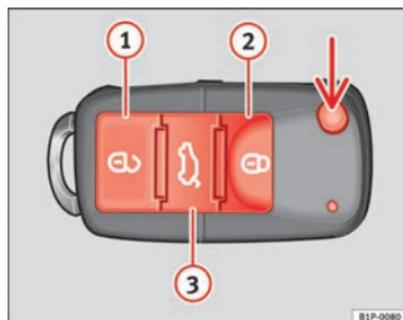

Abb. 62 Tastenbelegung Funkschlüssel
Fahrzeug entriegeln  \Rightarrow Abb. 62 ①.
Fahrzeug verriegeln  \Rightarrow Abb. 62 ②
Heckklappe entriegeln. Die Taste  \Rightarrow Abb. 62 ③ betätigen, bis alle Blinkleuchten am Fahrzeug kurz aufleuchten. Nach Drücken der Entriegelungstaste  ③ können Sie die Heckklappe innerhalb von 2 Minuten öffnen. Nach Ablauf dieser Zeit wird die Heckklappe wieder verriegelt.
Zudem blinkt die Batterie-Kontrollleuchte des Schlüssels \Rightarrow Abb. 62 auf.
Bei einmaligem Drücken der Taste  \Rightarrow Abb. 62 ① wird nur die Fahrertür entriegelt. Alle anderen Türen bleiben verriegelt. ▶
Bei zweimaligem Drücken der Taste  ⇒ Abb. 62  werden alle Türen entriegelt.
- Betätigen Sie die Taste  ⇒ Abb. 62 an der Funk-Fernbedienung.